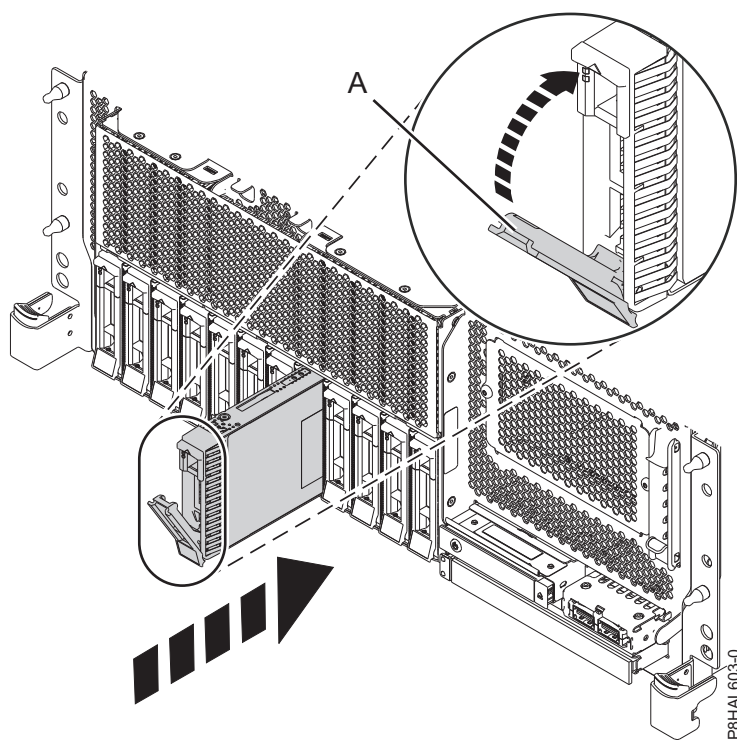
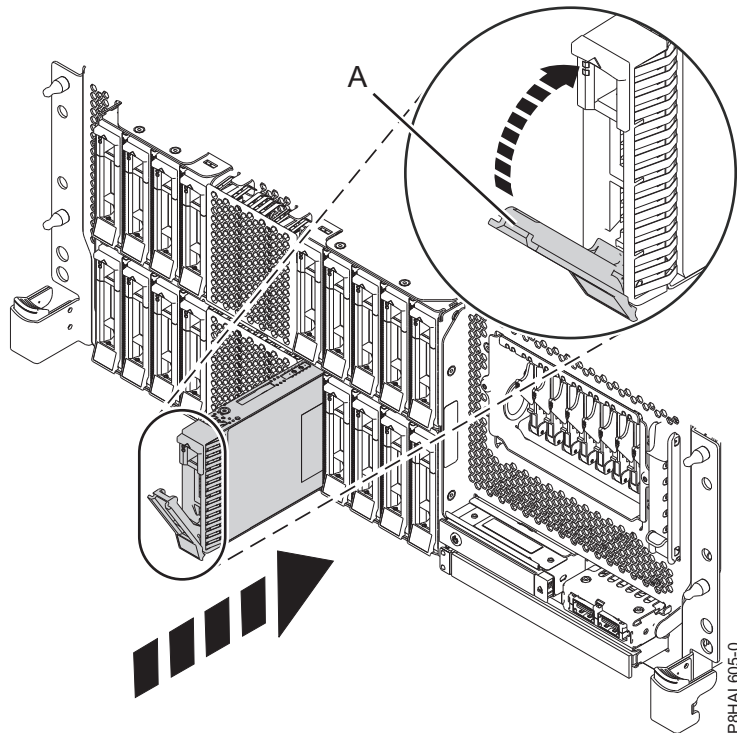
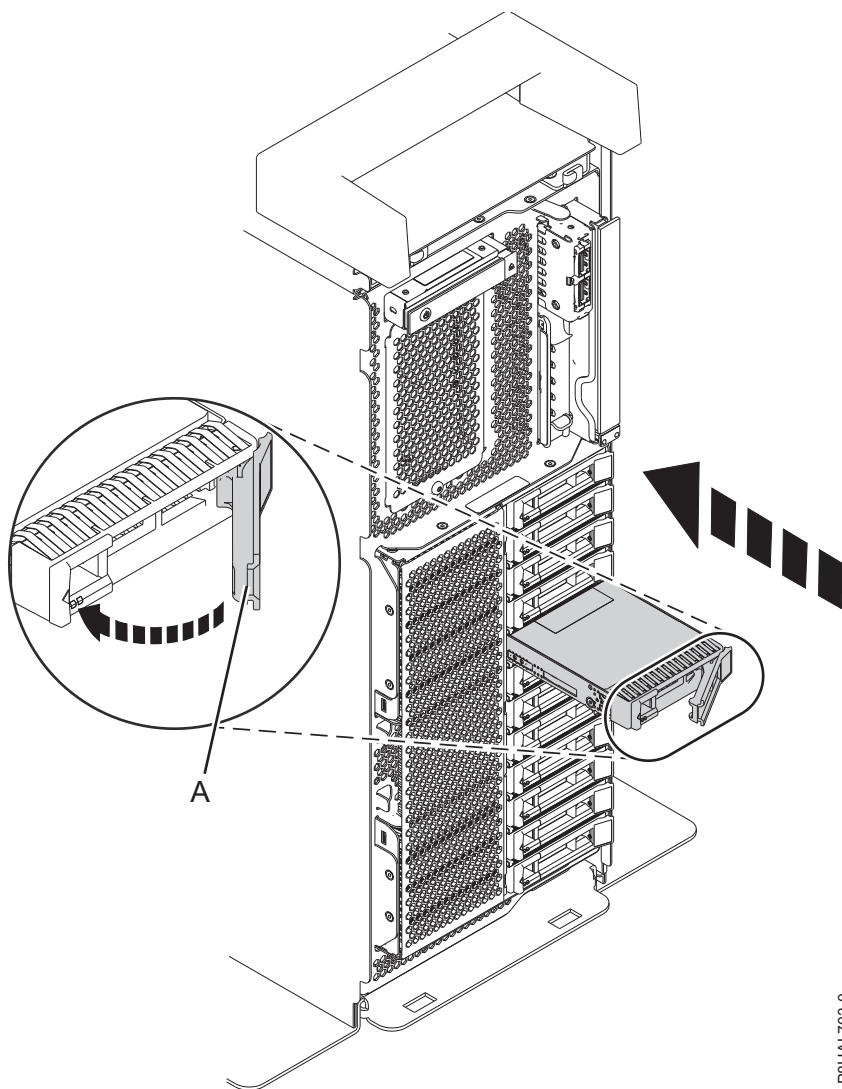
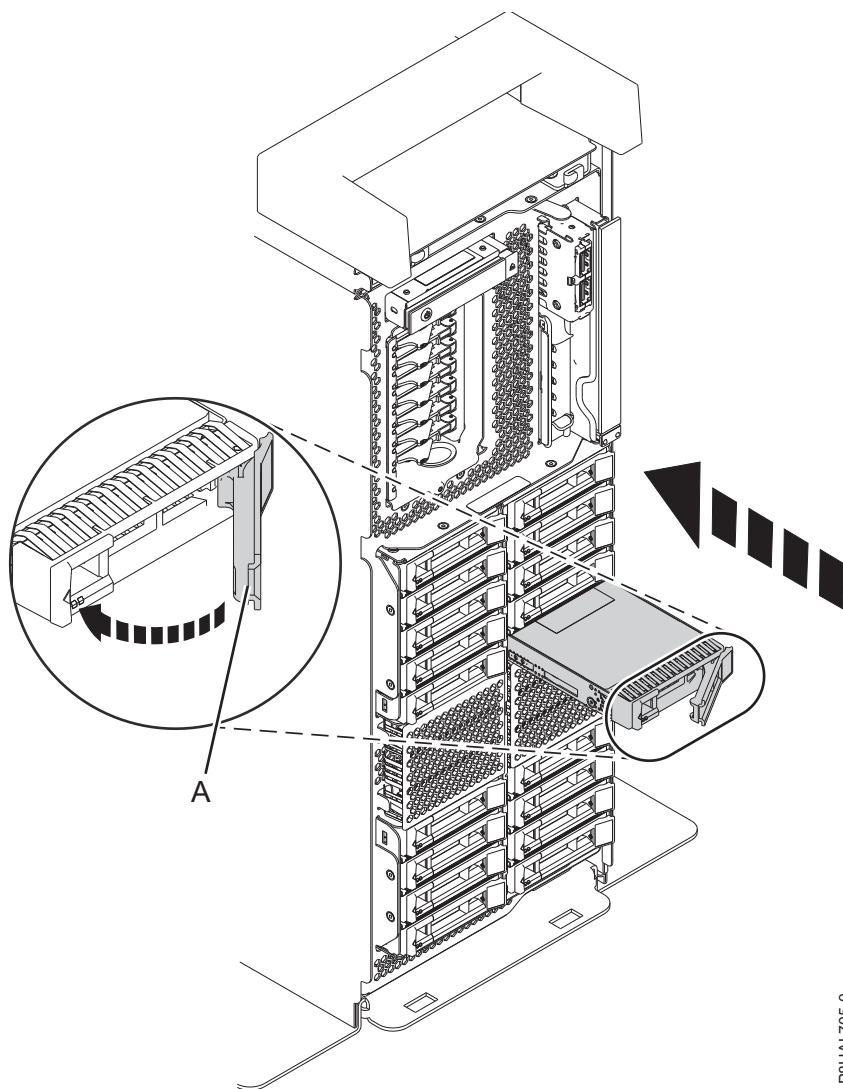

Figura 34. Instalar uma unidade de disco num sistema de função base montado em bastidor
Figura 35. Instalar uma unidade de disco num sistema de função expandida montado em bastidor
Figura 36. Instalar uma unidade de disco num sistema de função base autónomo
Figura 37. Instalar uma unidade de disco num sistema de função expandida autónomo
4. Desbloqueie a pega do compartimento de unidade (A) apertando-a e puxando-a para fora. Se a pega não estiver completamente fora, a unidade não deslizará para dentro do sistema. Consulte Figura 34 na página 41, Figura 35 na página 41, Figura 36 na página 42 e Figura 37 na página 43.
9. Quando o LED identificador permanece ligado, deslize a unidade completamente para o sistema e empurre a pega da unidade (A) até bloquear, como mostrado na Figura 34 na página 41, Figura 35 na página 41, Figura 36 na página 42 e Figura 37 na página 43.